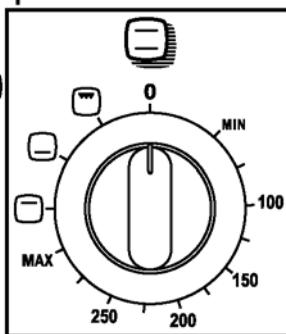

Рис. 14
- Управление духовкой (плиты 2142 и 2162) производится одной ручкой, совмещенной с терморегулятором (рис.14).